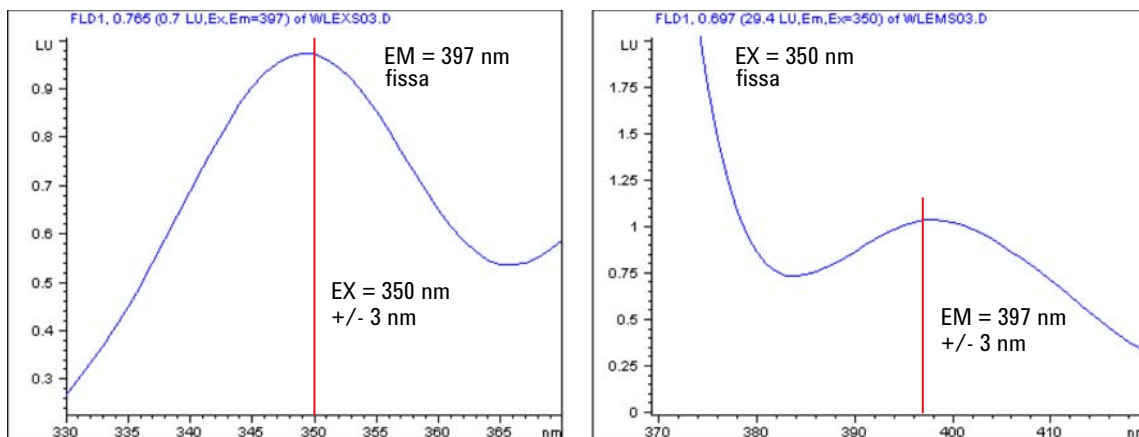

Figura 61 Spettro di eccitazione e spettro di emissione (risultati previsti)
Di conseguenza, i massimi dovrebbero essere individuati a $350 \text{ nm} \pm 3 \text{ nm}$; vedere la Figura 61, pagina 176.
Di conseguenza, i massimi dovrebbero essere individuati a $397 \text{ nm} \pm 3 \text{ nm}$; vedere la Figura 61, pagina 176.
- 4 Aprire il grafico Online Spectra (Spettri in linea) e osservare il massimo come indicato in Figura 61, pagina 176 (sinistra).
- 6 Aprire il grafico Online Spectra (Spettri in linea) e osservare il massimo come indicato in Figura 61, pagina 176 (destra).